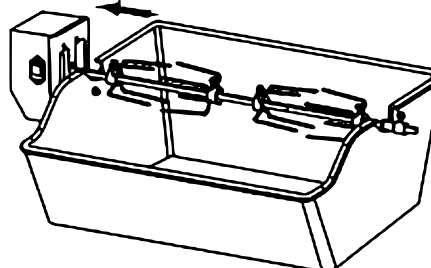

Figure 4 : Finir le montage.
4. Assemblage complet (**Fig. 4**).